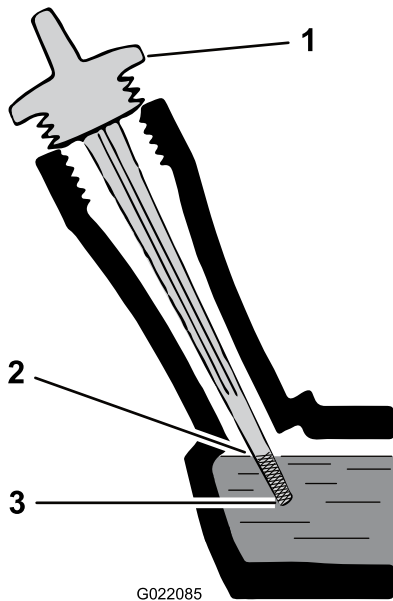

Figura 13
5. Inserte la varilla en el cuello de llenado (perono gire el tapón en el sentido de las agujas del reloj para sujetarlo) y luego retírela.Figura 13